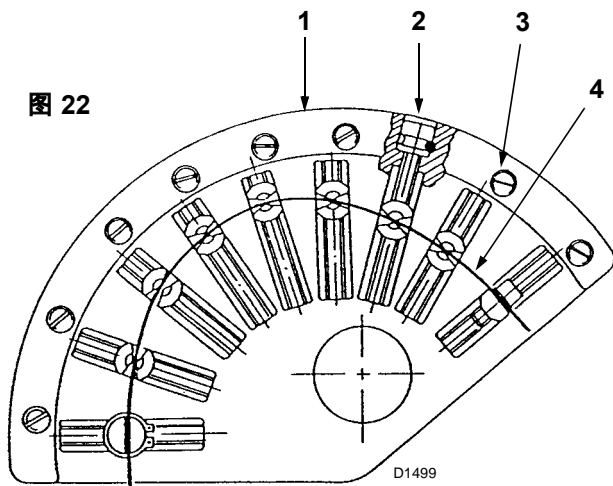

图 22
在设定燃气燃烧器空气 / 燃料配比时，必须使用空气和燃气可变轮廓凸轮钢带，图 22。
此时，将燃气蝶阀全开 (90°)，同时调节稳压阀至所需的最大燃气量，或调节燃气凸轮上的螺栓 (2) 图 22 和 / 或燃气阀组调压阀。
通过调节螺栓 (2) 图 22，调整空气凸轮的最终廓线。请勿仅调节一个螺栓，需要调节与该螺栓相邻的螺栓，以达到凸轮曲线的平滑。